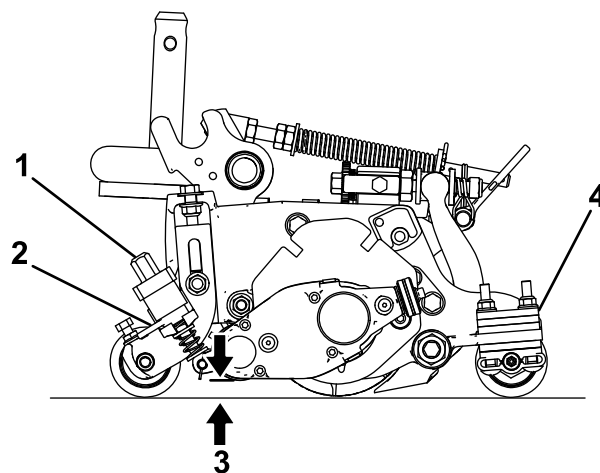

Рисунок 23
3. Поверните рычаги быстрого подъема (**Рисунок 23**) в положение Вкл. (рукоятка направлена в сторону передней части режущего блока).
4. С одной стороны барабана механической щетки измерьте расстояние от самого нижнего конца ножа механической щетки до рабочей поверхности (**Рисунок 23**). Поворачивая ручку регулировки высоты (**Рисунок 23**), поднимите или опустите конец ножа механической щетки на требуемую высоту.